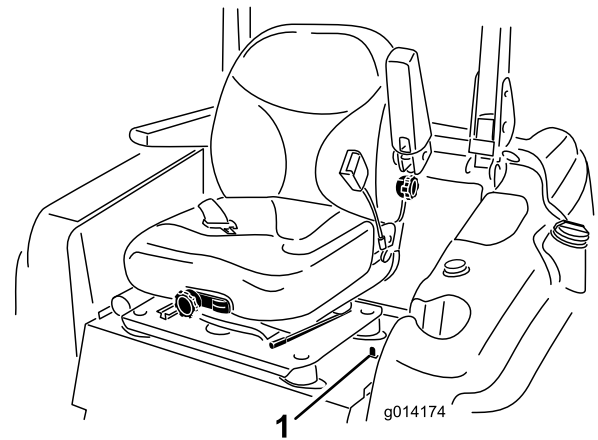

Figura 26
1. Mueva el enganche del asiento, situado en el lado izquierdo del asiento, hacia atrás para desenganchar el asiento, y tire hacia adelante la parte superior del asiento (Figura 26).